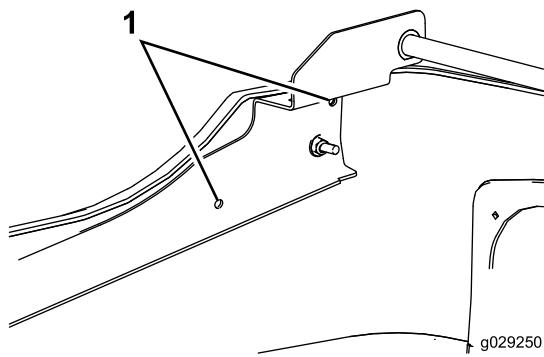

図 3
8. 左右のヒンジカバーブラケットと治具を使って、エンジンカバーの両側にそれぞれに、直径8.5mmの穴を2つあける図3。